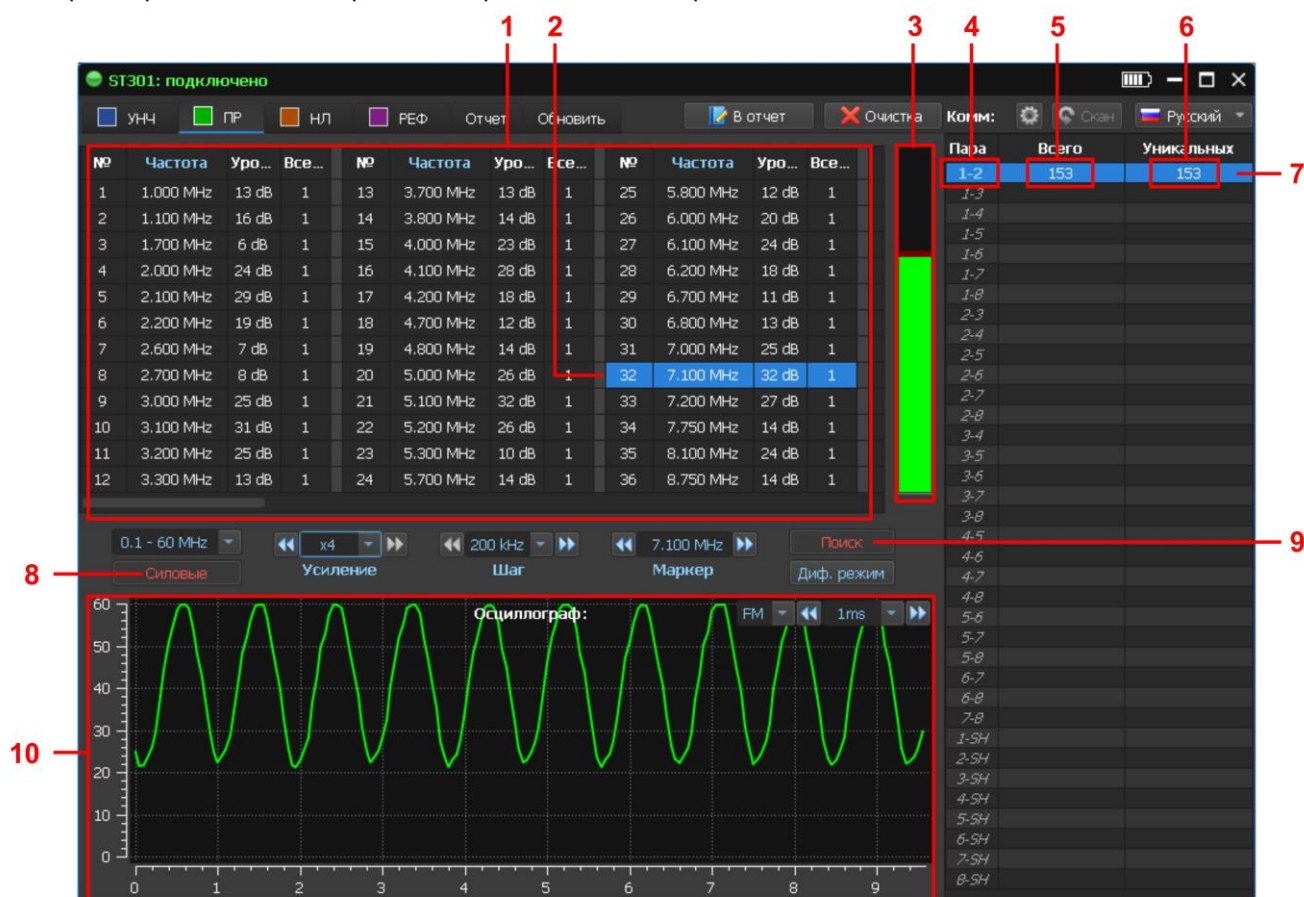

Рис.71
Экран при включении режима представлен на рис.71.
Цифрами на рис.71 обозначено:
1. Подключенная пара проводов (рис.71, п.4).
2. Общее количество обнаруженных сигналов в этой паре проводов (рис.71, п.5).
3. Количество сигналов, которые были обнаружены только в этой паре (рис.71, п.6).
В строке таблицы обнаруженных сигналов (рис.71, п.1) отображается:
Для настройки на частоту обнаруженного сигнала нужно кликнуть соответствующую строку таблицы. На экране отобразится осциллограмма демодулированного сигнала (рис.71, п.10).
Для выключения режима нужно кликнуть **Поиск** (рис.71, п.9).